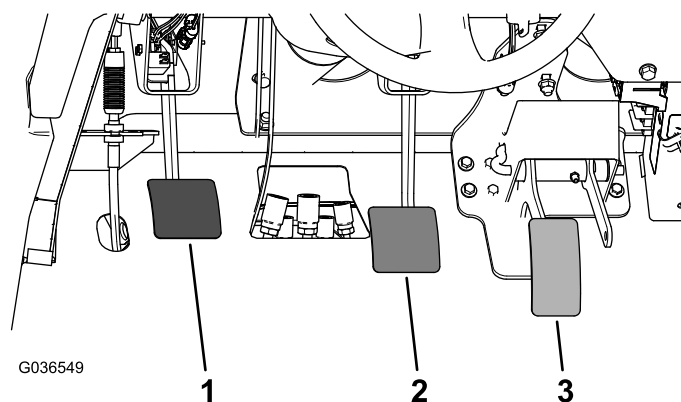

Figure 62
2. Soulevez la pédale de frein (Figure 62) jusqu'à ce qu'elle touche le cadre.
3. Desserrez les écrous de blocage qui fixent la chape à l'arbre du maître-cylindre (Figure 62).